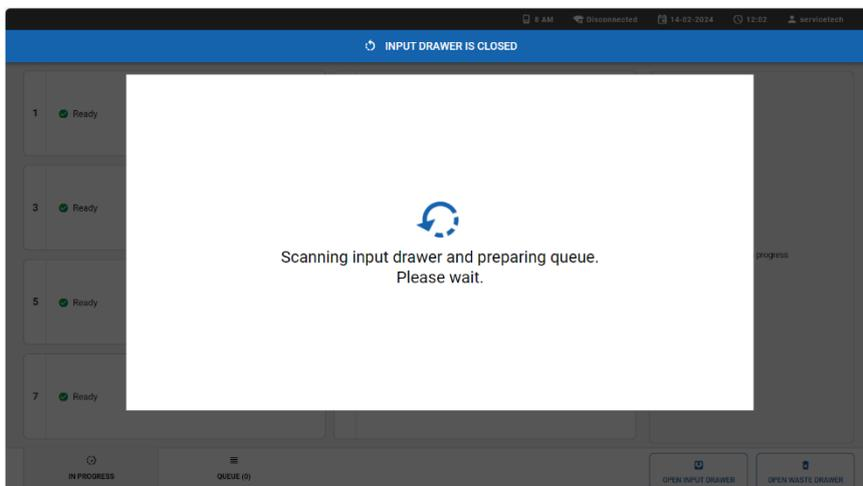

Figura 19. Tela Preparing queue (Preparando fila).
- Feche a gaveta de entrada quando todos os cartuchos tiverem sido lidos e inseridos manualmente. O sistema verificará os cartuchos e preparará uma fila (Figura 19).